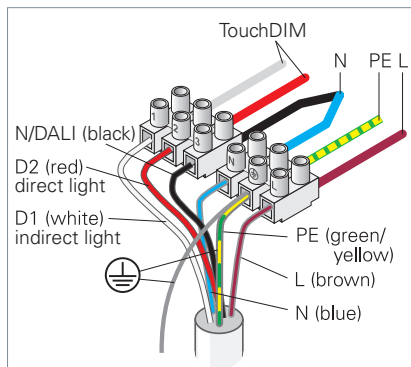

Fig. 5: Collegare l'apparecchio d'illuminazione senza sensori per il funzionamento con TouchDIM.
- Collegare la fune metallica sul lato di collegamento dell'apparecchio d'illuminazione al morsetto del conduttore di terra, vedi Fig. 5.